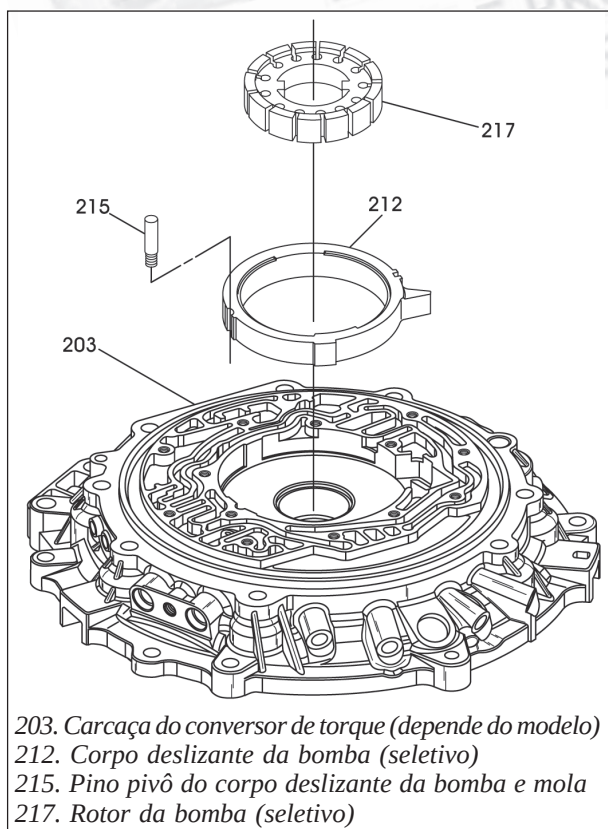

Figura 64
18. Posicione a carcaça do conversor em uma superfície plana com os canais do corpo de válvulas voltados para cima, conforme mostra a figura 64.